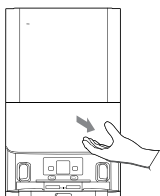

Fig. 19
1. Aprire il coperchio della base di ricarica. [Fig. 19]